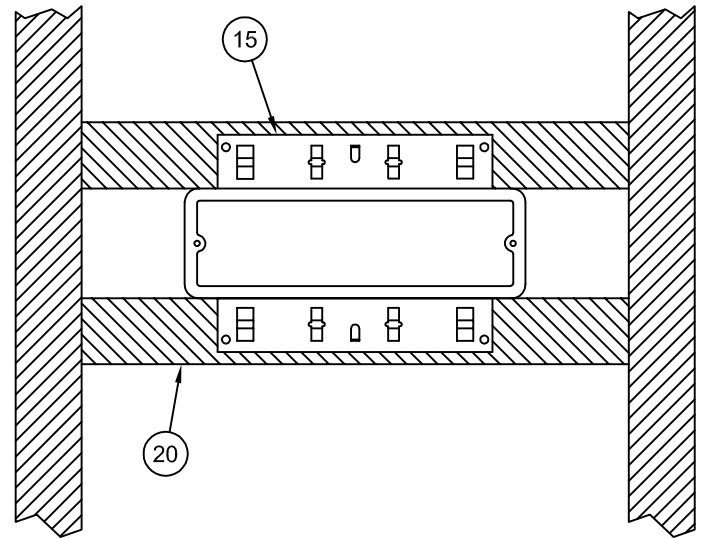

Fig. 2
6.- If desired, Brackets (15) can be nailed directly to Wood Framing Members (20). Fig. 2
7.- Connect Supply Wires (7) to Fixture Wires (8) as shown in Wiring Diagram.
8.- Reinstall Reflector Assembly (4) with Reflector Screws (9) being carefull not to pinch Wires.
10.- Set Gasket (10), Diffuser (11) and Louver (12) onto Housing (2) and secure in place with Diffuser Screws (13).
6.- Si se desea, los soportes (15) pueden clavarse directamente en los componentes del marco de madera (20). Fig. 2
7.- Conecte los alambres del suministro (7) a los alambres del aparato de luz (8) como se muestra en el diagrama de conexiones.
8.- Instale de nuevo el ensamblaje del reflector (4) usando los tornillos para el reflector (9) prestando atención a no cortar los alambres.
10.- Coloque la junta (10), el difusor (11) y la rejilla (12) sobre la caja (2) y ajuste los tornillos del difusor (13) para mantener todo en su lugar.
- 6.- Si voulu, les supports (15) peuvent se martiller directement dans les éléments du cadre en bois (20). Fig. 2
- 7.- Reliez les fils d'alimentation (7) aux fils du dispositif d'éclairage (8) selon le diagramme de câblage.
- 8.- Installez à nouveau l'assemblage du réflecteur (4) à l'aide des vis à réflecteur (9) et faites attention à ne pas pincer les fils.
- 10.- Placez le joint (10), le diffuseur (11), et la grille (12) sur le boîtier (2) et serrez en place à l'aide des vis à diffuseur (13).